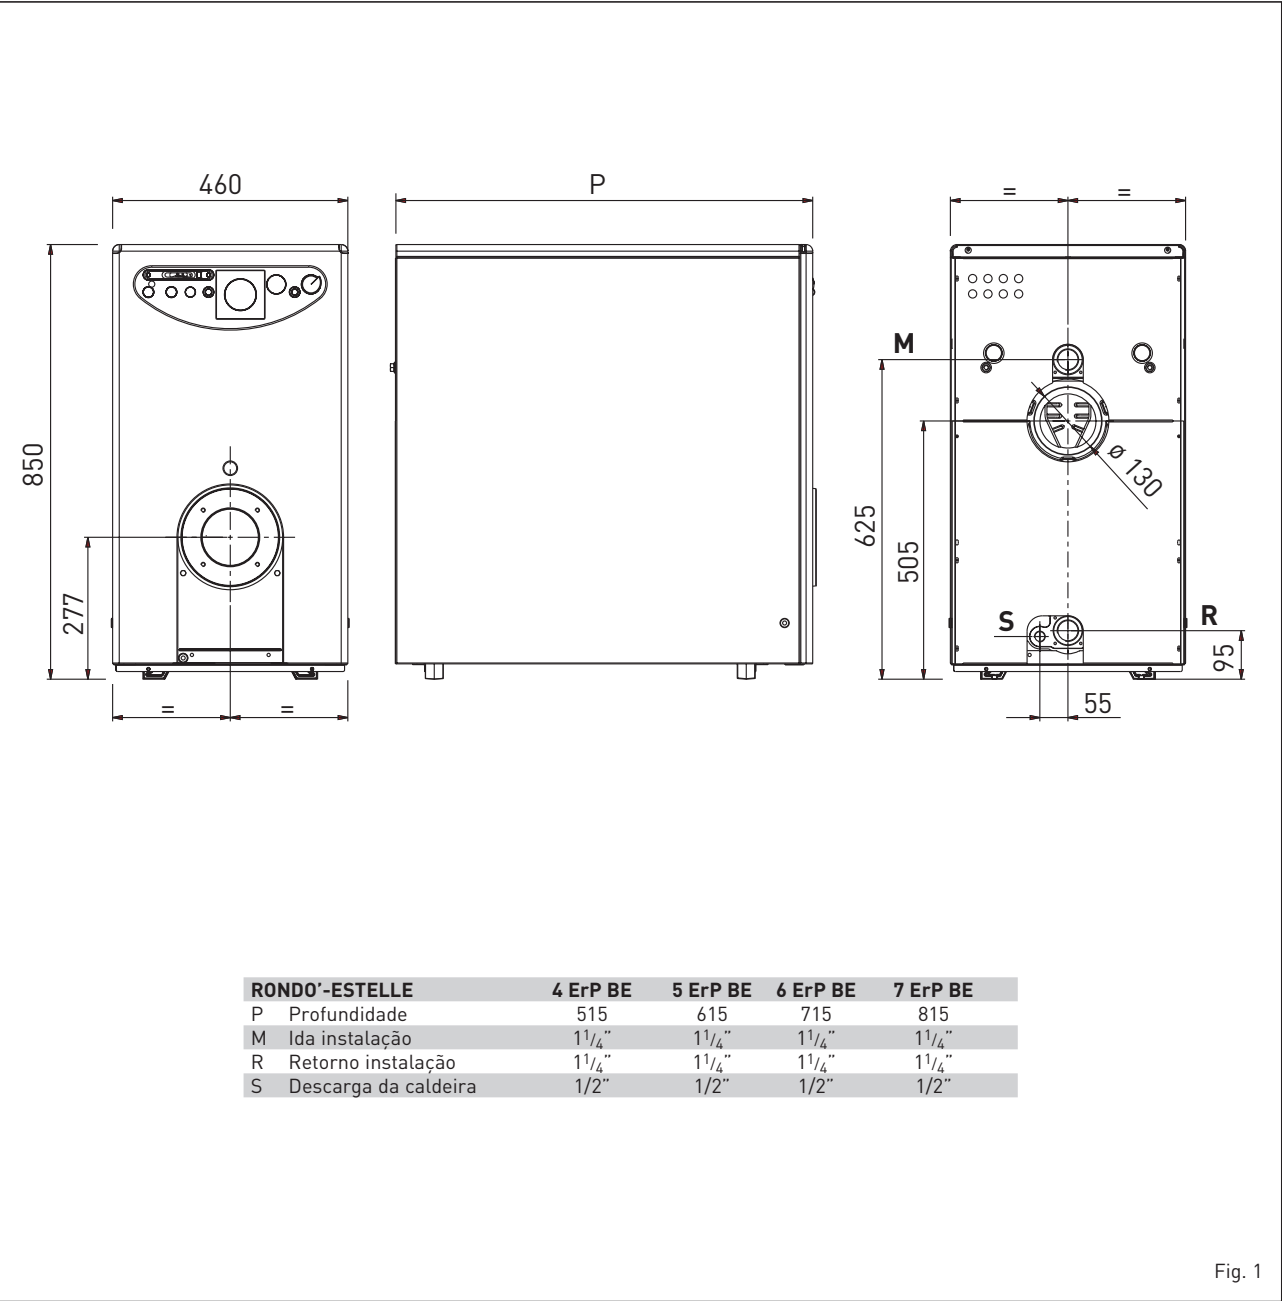

Fig. 1
1.2 DIMENSÕES (fig. 1)
1.2.1 Placa de dados técnicos (fig. 1/a)